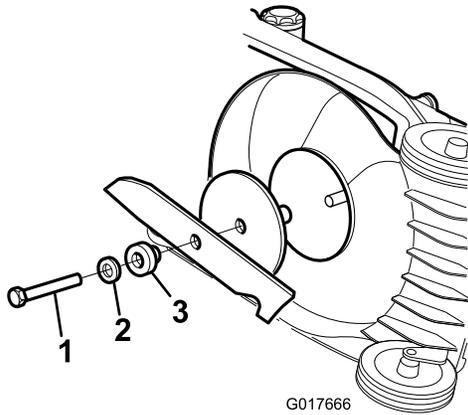

Figure 22
1. Tenez la lame à son extrémité (Figure 22) avec un chiffon ou un gant épais.
Montez une lame bien affûtée et équilibrée, et fixez-la avec le boulon. La partie relevée de la lame doit être dirigée vers le haut du carter de la tondeuse pour que l'installation soit correcte. Serrez le boulon de la lame à 54 Nm (Figure 22).